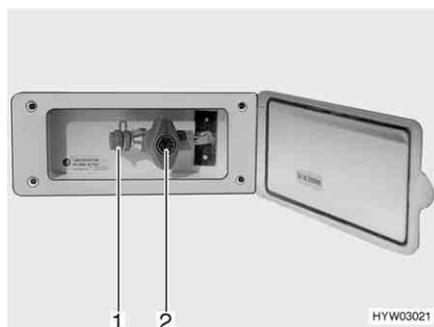

Fig. 108 Raccordement externe de gaz (robinet d'arrêt de gaz fermé)
Le raccordement externe de gaz (Fig. 108) se trouve, selon les modèles, à l'arrière ou sur le côté gauche ou droit du véhicule.
- Raccorder l'appareil à gaz externe sur le raccord (Fig. 108,1).
- Ouvrir le robinet d'arrêt de gaz (Fig. 108,2).